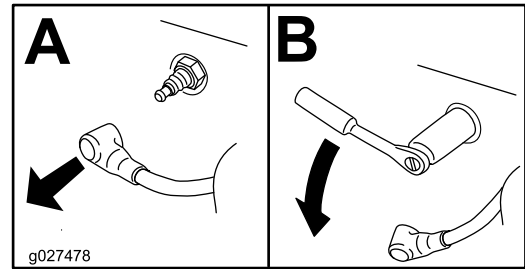

Figure 49
4. Enlevez la bougie (Figure 49).